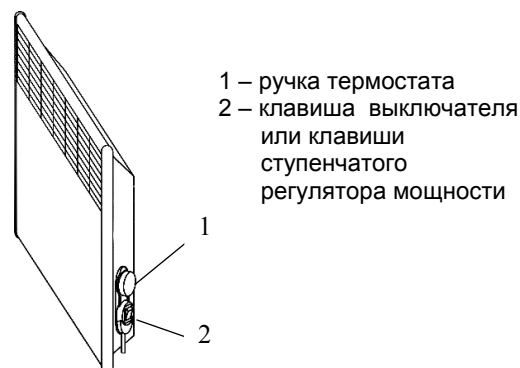

Рис. 2
4.6 Переведите клавишу выключателя или клавиши ступенчатого регулятора мощности (рис. 2) в положение «0», установите ручку термостата в положение «❄» (совместите знак «❄» на ручке с меткой на корпусе блока управления). Конвектор готов к работе.